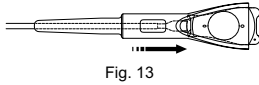

Fig. 13
7. Haga avanzar las pinzas a través del cartucho hasta que las mandíbulas estén a punto de tocar el borde delantero de la ICL o TICL. (Fig. 13)